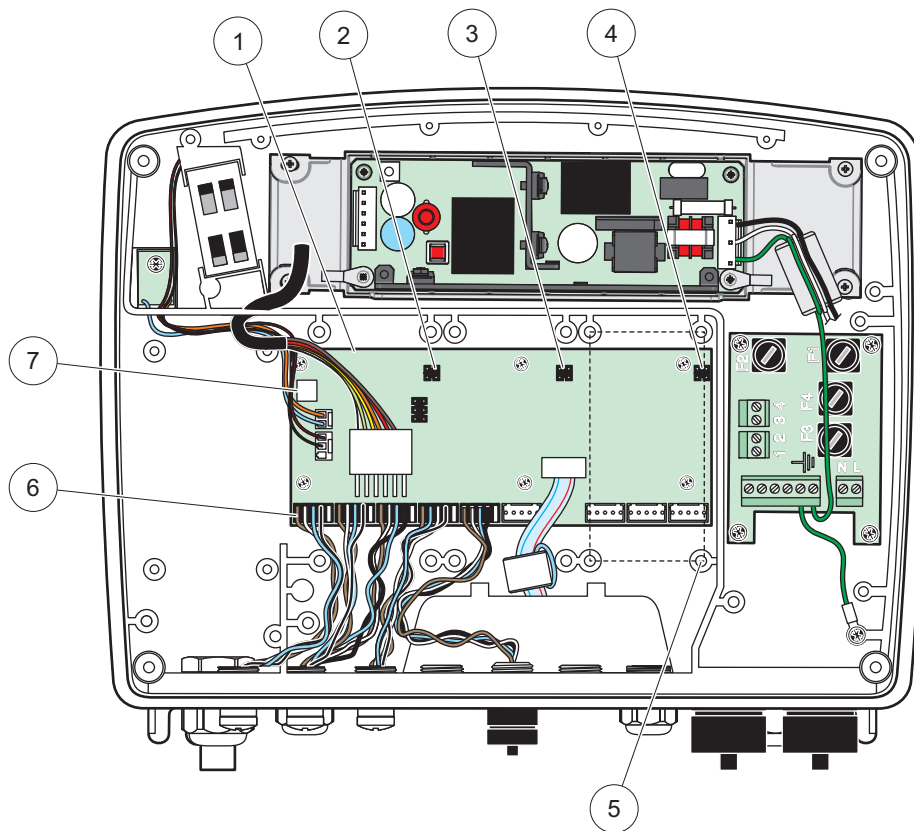

图 17 扩展卡主线路板接口
4. 将卡接头安装到主线路板上适当的接口中（图 17）。
3. 将卡接头安装到主线路板上适当的接口中 (图 17)。